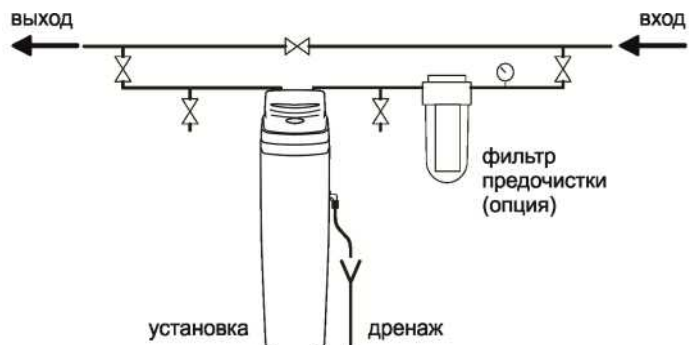

Рисунок 2
8.6 Несмотря на то, что установка укомплектована байпасным краном, рекомендуется подключить установку к трубопроводу исходной воды через обводную линию (байпас), оборудованную запорной арматурой, позволяющей при необходимости подавать потребителю исходную воду. До и после установки рекомендуется смонтировать пробоотборные краны и манометры (рис. 2).